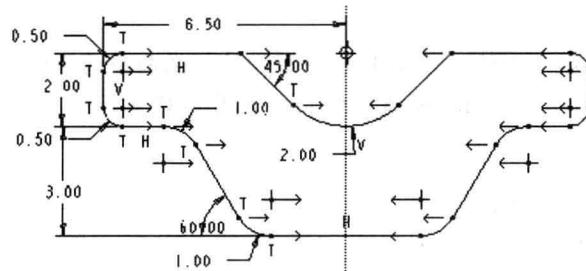

图 1-32 镜像图形
10) 镜像图形。单击工具条中的“选择”按钮 $\text{S}$ ，选中图中所有要进行镜像操作的线段（选中后线段会变成红色）。或者选中一个图素后，按住 $\langle \text{Ctrl} \rangle$ 键，再单击另一图素，直到选中所有的图素。单击工具条中的“镜像”按钮 $\text{M}$ ，然后单击中心线，完成图形镜像，如图 1-32 所示。